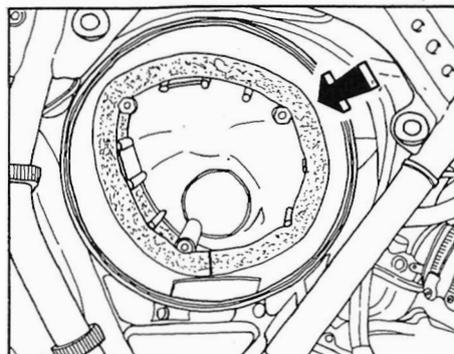

Fig. 29 - Filtro aria.
- Svitare le 3 viti ed estrarre il coperchio della cassetta filtro (fig. 29).